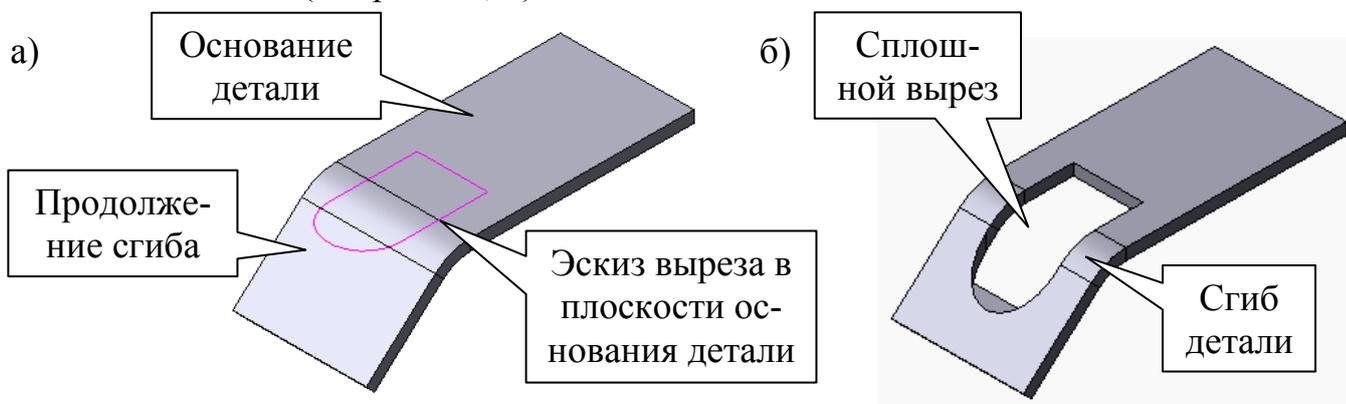

Рис. 13
4. Какой тип построения выреза должен быть выбран на *Панели свойств* системы КОМПАС-3D 9.0, чтобы, при использовании операции **Вырез в листовом теле** (см. рис. 13, а), стало возможным создание сплошного фигурного выреза через основание, сгиб и продолжение сгиба трехмерной модели листовой детали (см. рис. 13, б)?